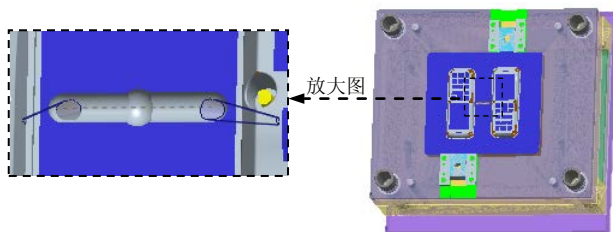

图 31.81 镜像浇口
Step5. 镜像浇口。在模型中选择 MOLD_FRONT 基准平面为镜像平面，镜像后的结果如图 31.81 所示。